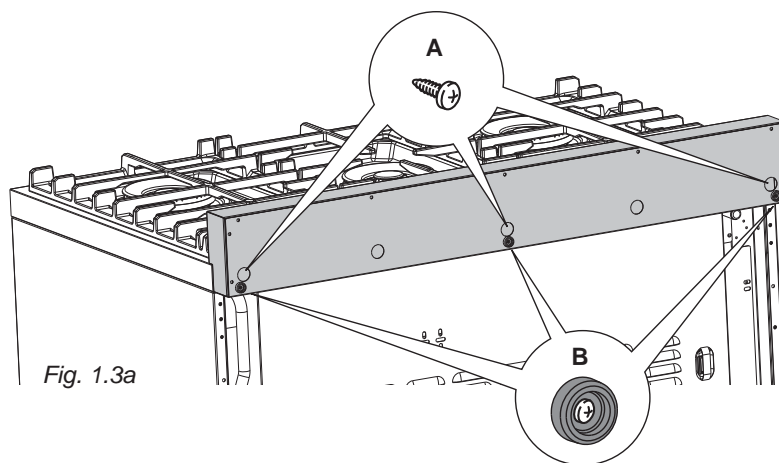

Fig. 1.3a
- Montez le dossieret ou la garniture d'îlot tel qu'indiqué à la figure 1.3a ou 1.3b et fixez-le en vissant les 3 vis "A" (déjà fixées à l'arrière de la surface de cuisson).